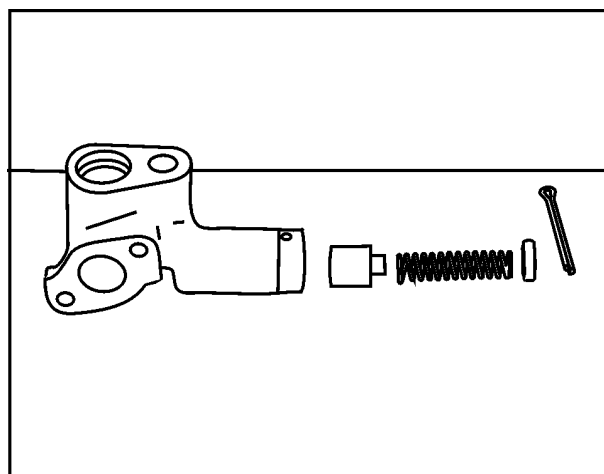

FIG 3
10. Remova o contra pino da válvula de alívio e remova a placa de encosto da mola, a mola e o pistão, **Fig. 3**.